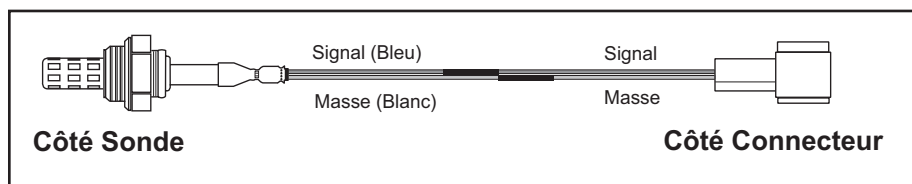

fig. 3
10. Centrer la conduite thermo-rétractable sur les connecteurs et appliquer de la chaleur afin de rendre le branchement étanche et d'éviter que l'eau n'y pénètre. (Voir fig. 3)